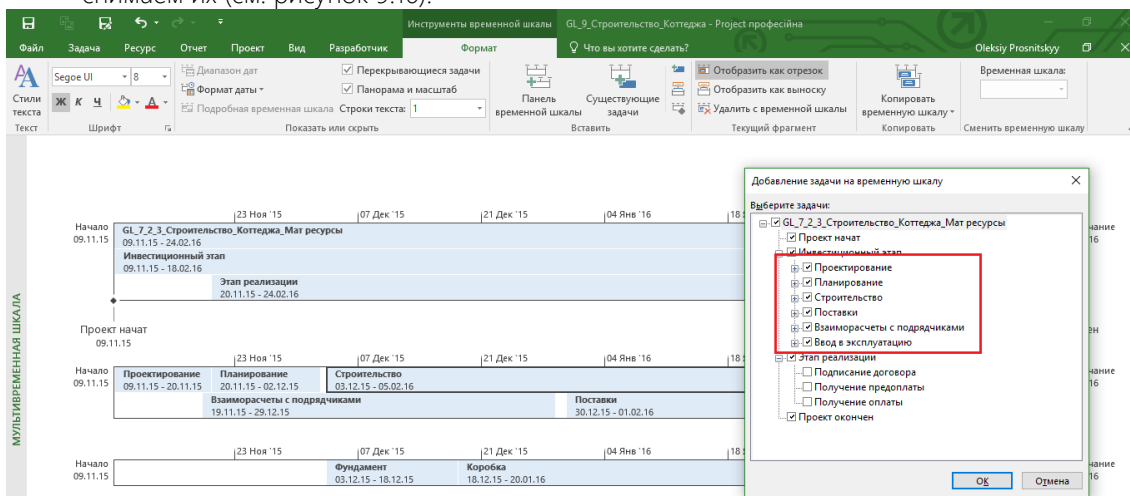

Рисунок 9.16 – Добавление задач на дополнительную временную шкалу
4. Выделив созданную временную шкалу, нажимаем кнопку «Существующие задачи» ставим галочки у тех задач, которые мы хотим добавить на шкалу. У задач, у которых галочки уже стоят, не снимаем их (см. рисунок 9.16).